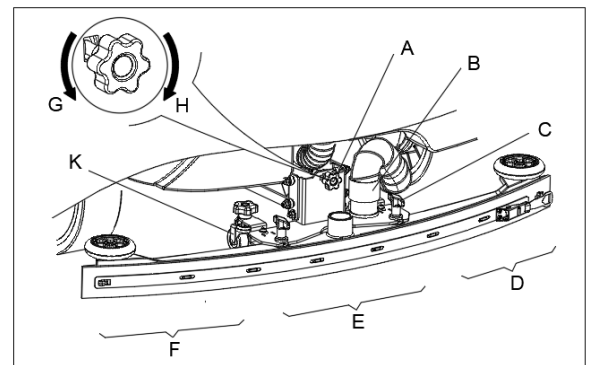

Figure 10
1. Installer la raclette et serrer les écrous (C, Figure 10), puis raccorder le tuyau d'aspiration (B) à la raclette.
2. Régler la raclette par la molette de réglage de la raclette (A).
- a) En cas d'écart entre le sol et la section centrale de la lame de raclette arrière (E), régler la molette (A) dans le sens des aiguilles d'une montre (H) jusqu'à ce que toutes les sections de la lame de raclette arrière soient en contact avec le sol et que la lame avant touche à peine le sol.
- b) En cas d'écart entre le sol et les deux sections finales de la lame de raclette arrière (D et F), régler la molette (A) dans le sens contraire des aiguilles d'une montre (G) jusqu'à ce que toutes les sections de la lame de raclette arrière soient en contact avec le sol et que la lame avant touche à peine le sol.